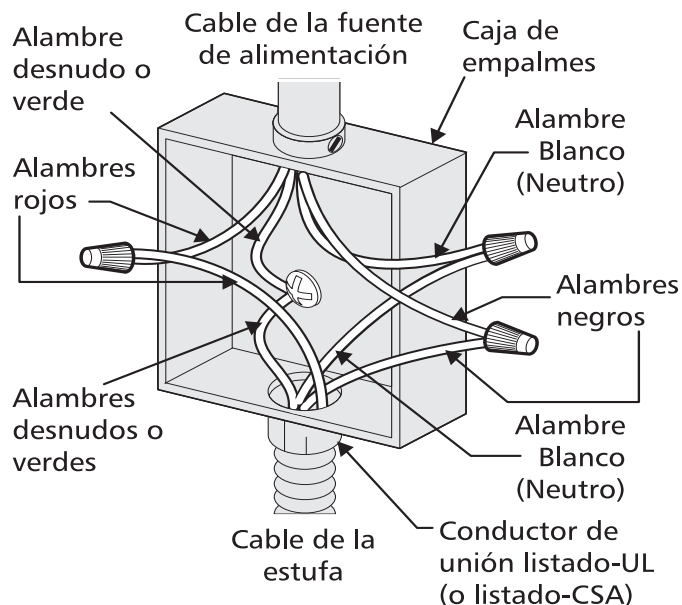

Figura 6 - Sistema eléctrico de 4 alambres (ejemplo caja de empalme)
Donde los códigos locales **NO** permitan conectar el conductor de puesta a tierra del electrodoméstico al neutro (blanco), o si está conectado con un sistema a 4 alambres (vea figura 6):
3. En el caja de juntas: conectar el aparato y los cables residenciales como se muestra en la figura 6